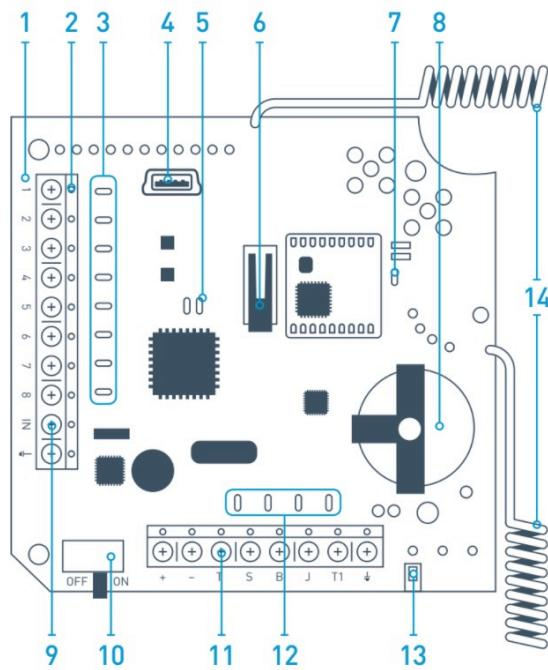

Abb. 1. Funksensorempfänger ocBridge Plus
1. Schließen Sie ocBridge Plus mit Hilfe eines USB-Kabels (Typ A – miniUSB) über den Anschluss «**4**» (Abb. 1) an den Computer an. Schalten Sie den Empfänger mit dem Schalter «**10**» ein (Abb. 1).
Beschreibung der Leuchtanzeigen «5» (Abb. 1):